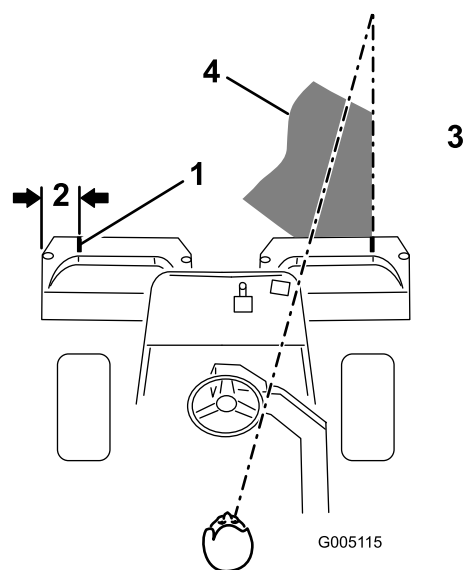

Figura 9
2. Coloque un trozo de cinta blanca o pinte una raya en cada recogedor, paralelo al borde exterior de cada uno (Figura 9).